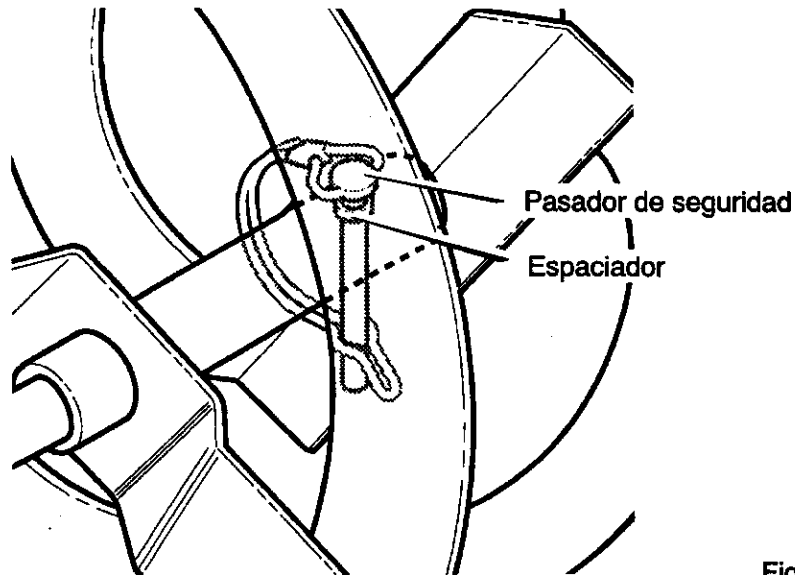

Figura 90
3. Alinee el agujero de la barrena con el agujero del eje de la barrena. Instale el nuevo pasador de seguridad y espaciador. Figura 90.